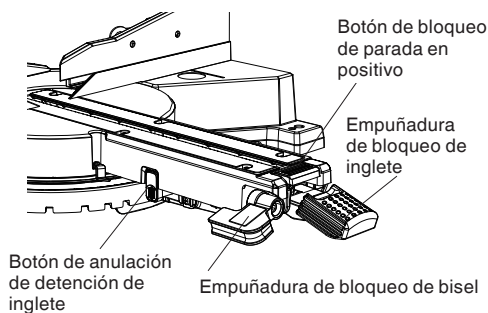

Fig. 14
7. Botón de anulación de detención de inglete (Fig. 14)